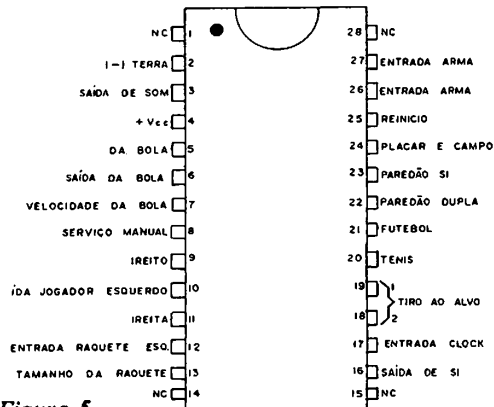

Figura 5
6. Os diodos D1, D2... D9 tem funções importantes no circuito ocorrendo com sua soldagem mal feita o desaparecimento de certos pormenores da imagem. Na figura 5 temos as funções dos pinos do integrado e a função dos diodos. Se desaparecer um dos pormenores indicados veja a soldagem dos diodos assim como a sua posição: